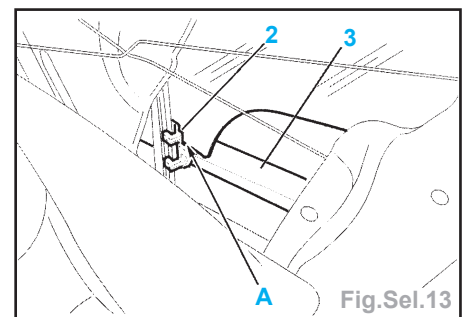

Fig.Sel.13
- le joint lèveur extérieur (1).
- Remonter la glace jusqu'à l'apparition de l'agrafe (2) juste au-dessus de la traverse (3) (Fig.Sel.13).
- Dégager la vitre (2) du coté panneau de porte en A en la contraignant avec la main vers le bas.